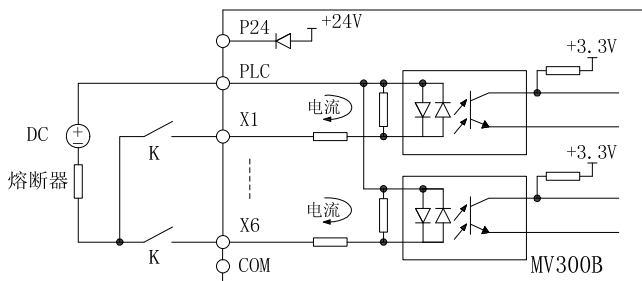

图3-13 使用外部电源的连接方式
2) 使用外部电源（要求电源必须满足UL CLASS 2标准，并需要在电源与接口加4A的熔断器），接线方式如图3-13所示（注意：必须去除用户端子上PLC与P24间的短接片）。